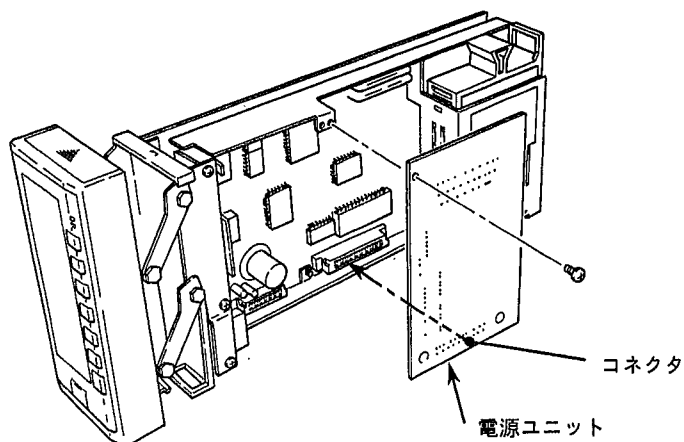

図11.9 電源ユニットの交換
- ① フロントパネルをスイングアップし、内器を引き出します。
- ② ドライバで取り付けネジを取り外します。
- ③ コネクタ部の左右を持ち、手前に引き抜きます(図11.9参照)。
- ① 取り外し方法と逆の手順で、新しい電源ユニットをセットします。